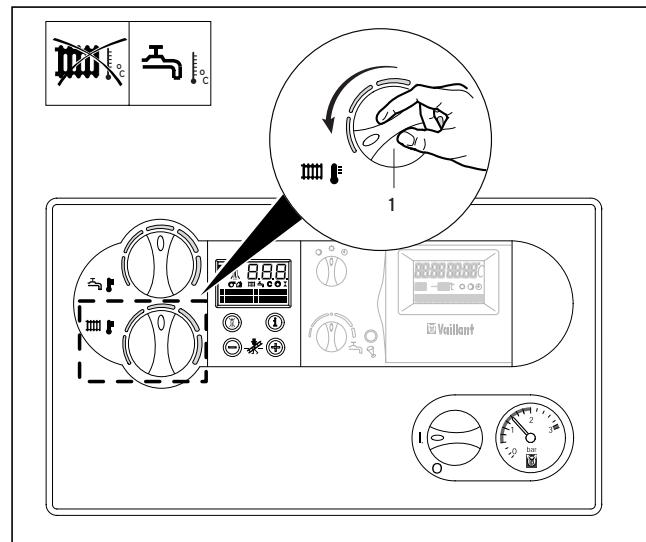

Fig. B.11: Centralvarmedriften udkobles (sommerdrift)
- Drej drejeknappen (1) for indstilling af centralvarme-anlæggets fremløbstemperatur til venstre helt til anslag (fig. B.11).